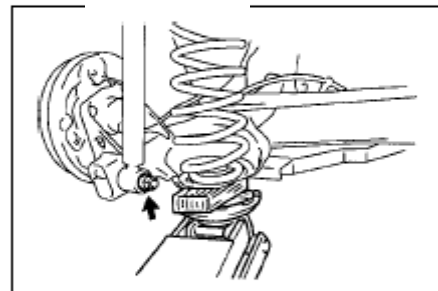

Рис. 209
(1) Поднимите домкратом и установите левый задний амортизатор на задней балке(рис. 209)
(2) Временно зафиксируйте гайки и прокладки